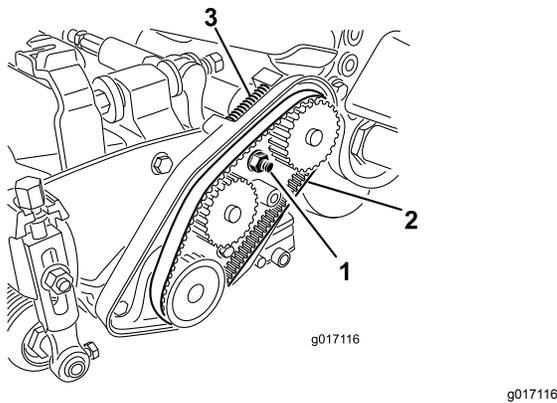

Figura 45
- A. Desaperte a porca de montagem da caixa dos rolamentos (Figura 45).
- C. Limpe quaisquer resíduos dentro do compartimento da correia e à volta da mola de compressão (Figura 45).